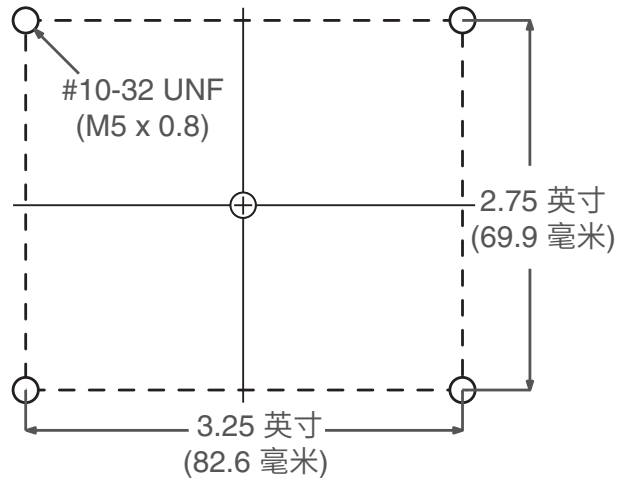

图 23: CGM 安装孔
6. 使用配件包随附的四个 10-32 安装螺丝, 将基座 (S) 安装在钻出的孔中。
7. 使用步骤 5 中取下的两个螺丝 (T) 将 CGM (R) 重新连接到基座 (S) 上。
8. 重新连接检修盖 (U)。
9. 将配件包中的 CAN 电缆连接到驱动器上的端口 1 或端口 2（连接至可用的端口）。参见图 23。